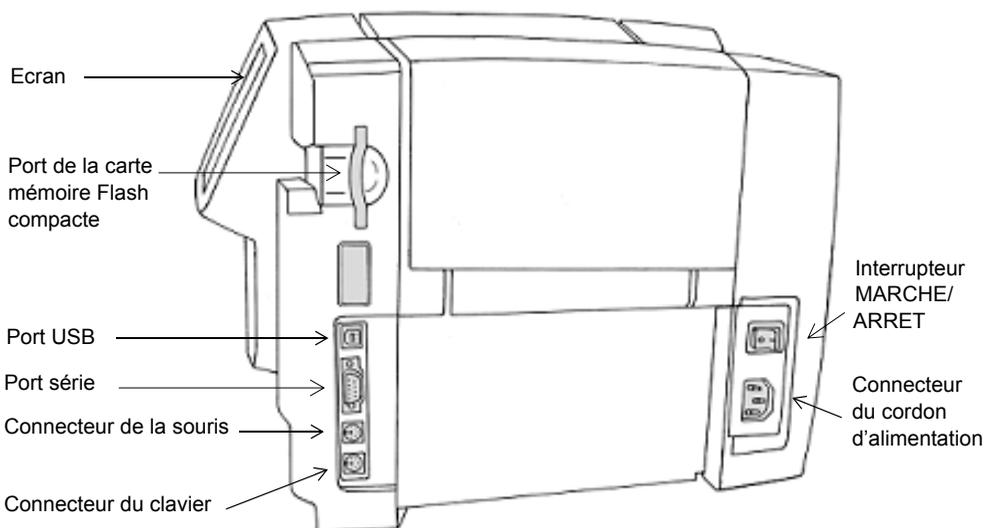

Figure 2-1. Vue latérale de l'imprimante d'étiquettes
- Etape 2 :** Si vous possédez une souris, raccordez son câble au connecteur prévu à cet effet, comme illustré à la Figure 2-1.
- Etape 3 :** Raccordez une extrémité du cordon d'alimentation à l'imprimante, comme illustré à la Figure 2-1 et l'autre extrémité, à une prise secteur.